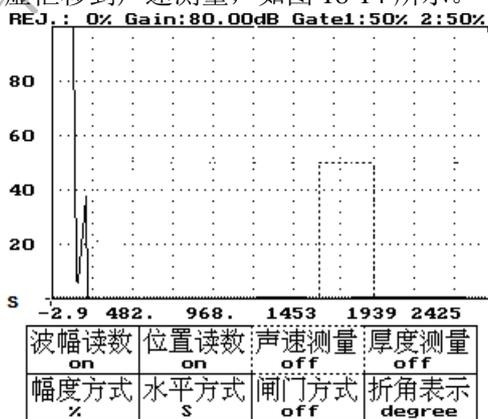

图 18-14
- 1 1、按方向键——将虚框移到声速测量，如图 18-14 所示。